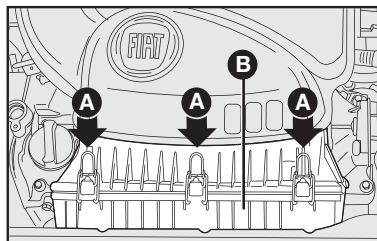

fig. 12
Motor Fire - fig. 12
- Quite los tornillos **A-fig. 12**, quite la tapa **B-fig. 12** y saque el elemento filtrante **C-fig. 13**.